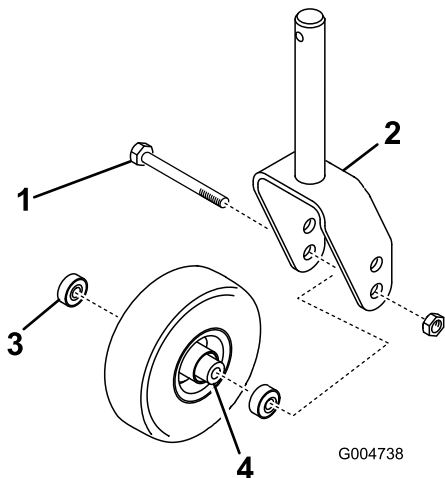

Figura 23
- Togliete il cuscinetto dal mozzo della ruota e lasciate cadere il distanziale del cuscinetto (Figura 23). Togliete il cuscinetto dalla parte opposta del mozzo della ruota.